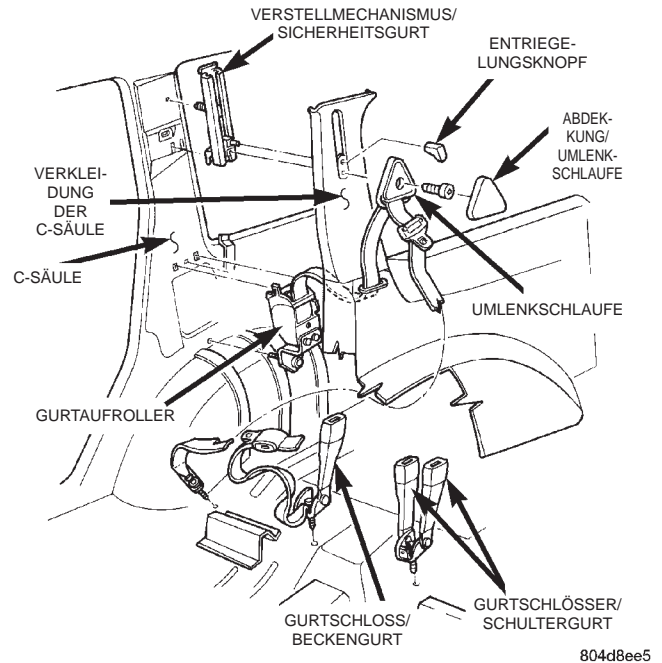

Abb. 48 Rücksitz - Schultergurte/Beckengurte & Gurtschlosser
- (1) An der Entriegelungslasche des Rücksitzes ziehen und Sitz nach vorn umklappen. Sitzsockel aus der unteren Sitzverriegelung lösen.
- (2) Rückenlehne entriegeln und nach vorn umklappen.
- (3) Befestigungsschrauben von Gurtschloß und Beckengurt sowie der Ankerplatte/Gurtschloß aus dem Bodenblech lösen (Abb. 48).
- (1) Abdeckung der Umlenkschleife austrasten.
- (2) Ankerschraube der Umlenkschleife abbauen (Abb. 48).
- (3) Verkleidung der C-Säule und des Seitenteils hinten abbauen.
- (4) Ankerschraube des Gurtaufrollers in der hinteren Seitenteilleiste lösen.
- (5) Gurtaufroller und Schultergurt von der Seitenwand abbauen.